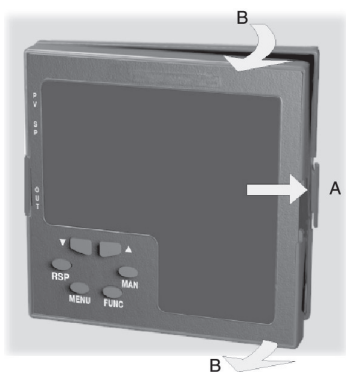

Рис. 1
- Пока защелка раскрывается, подхватите справа прибор (см. Рис. 1)